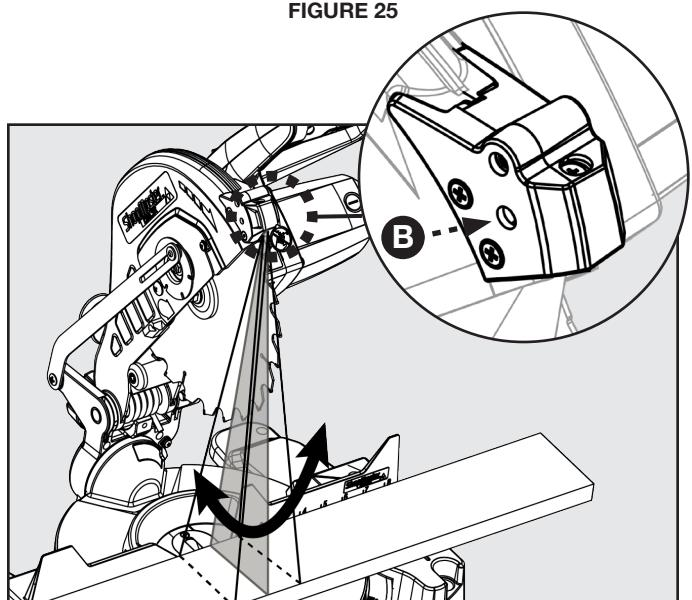

FIGURE 26
Consultez la figure 26 et suivez les instructions suivantes si vous remarquez que la ligne du laser ne demeure pas parallèle avec la lame lorsque la tête de la scie est baissée pour effectuer une coupe : tournez la vis (B) avec un tournevis à tête cruciforme pour ajuster l'angle vertical du laser.